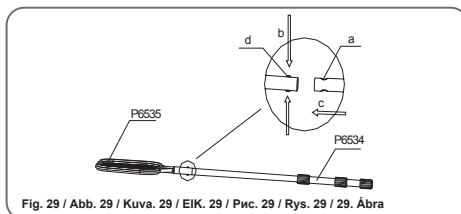

Fig. 29 / Abb. 29 / Kuva. 29 / EIK. 29 / Pnc. 29 / Rys. 29 / 29. Ábra
1. Connect the skimmer head (P6535) to the pole (P6534) ensuring the spring-loaded pins snap into the pre-drilled holes. (See Fig. 29)
1. Ligue a cabeça do skimmer (P6535) à haste (P6534) verificando que os pinos de mola encaixam nos orifícios existentes. (Veja Fig. 29)
1. Conecte el cabezal del skimmer (P6535) al mango (P6534) asegurándose de que las clavijas accionadas por muelles se ajustan en los orificios pretaladrados. (Vea Fig. 29)
1. Den Skimmerkopf (P6535) auf die Stange (P6534) aufsetzen und sicherstellen, dass die Federstifte in die vorgebohrten Löcher einrasten. (Siehe Abb. 29)
1. Sluit de skimmerkop (P6535) aan op de paal (P6534) en zorg ervoor dat de veerpinnen in de voorgeboorde gaten springen. (Zie Fig. 29)
1. Collegare la testa dello skimmer (P6535) all'asta (P6534) assicurandosi che le linguette a molla scattino in posizione (Vedere Fig. 29).
1. Fixez la tête de l'aspirateur (P6535) au manche (P6534) en vous assurant que les linguets à ressort s'enclenchent dans les ouvertures percées. (Voir Fig. 29)
1. Наденьте головку скиммера (P6535) на шест (P6534), при этом подпружиненные крючки должны попасть в отверстия. (См. Рис. 29)
1. Połącz głowicę skimmera (P6535) do rurki (P6534), sprawdzając, czy zawleczy sprężynowe zatrzaszkują się w uprzednio wywierconych otworach. (Patrz Rys. 29)
1. Koppla skimmerens munstycke (P6535) till skaftet (P6534) och försäkra dig om att de fjädrande stiften fäster fast i de förborrade hålen. (Se Fig. 29)